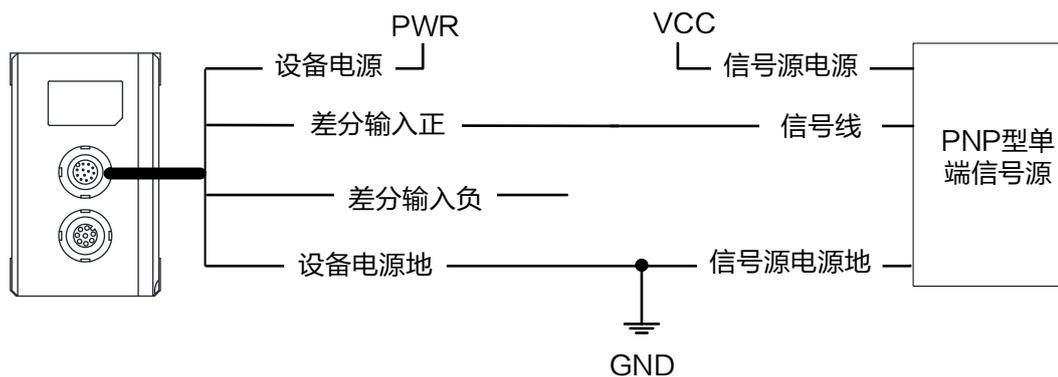

图7-4 PNP 型单端信号
- PNP 型单端信号源提供信号给设备差分输入时，设备差分输入作为单端输入使用，接线如图 7-4 所示。